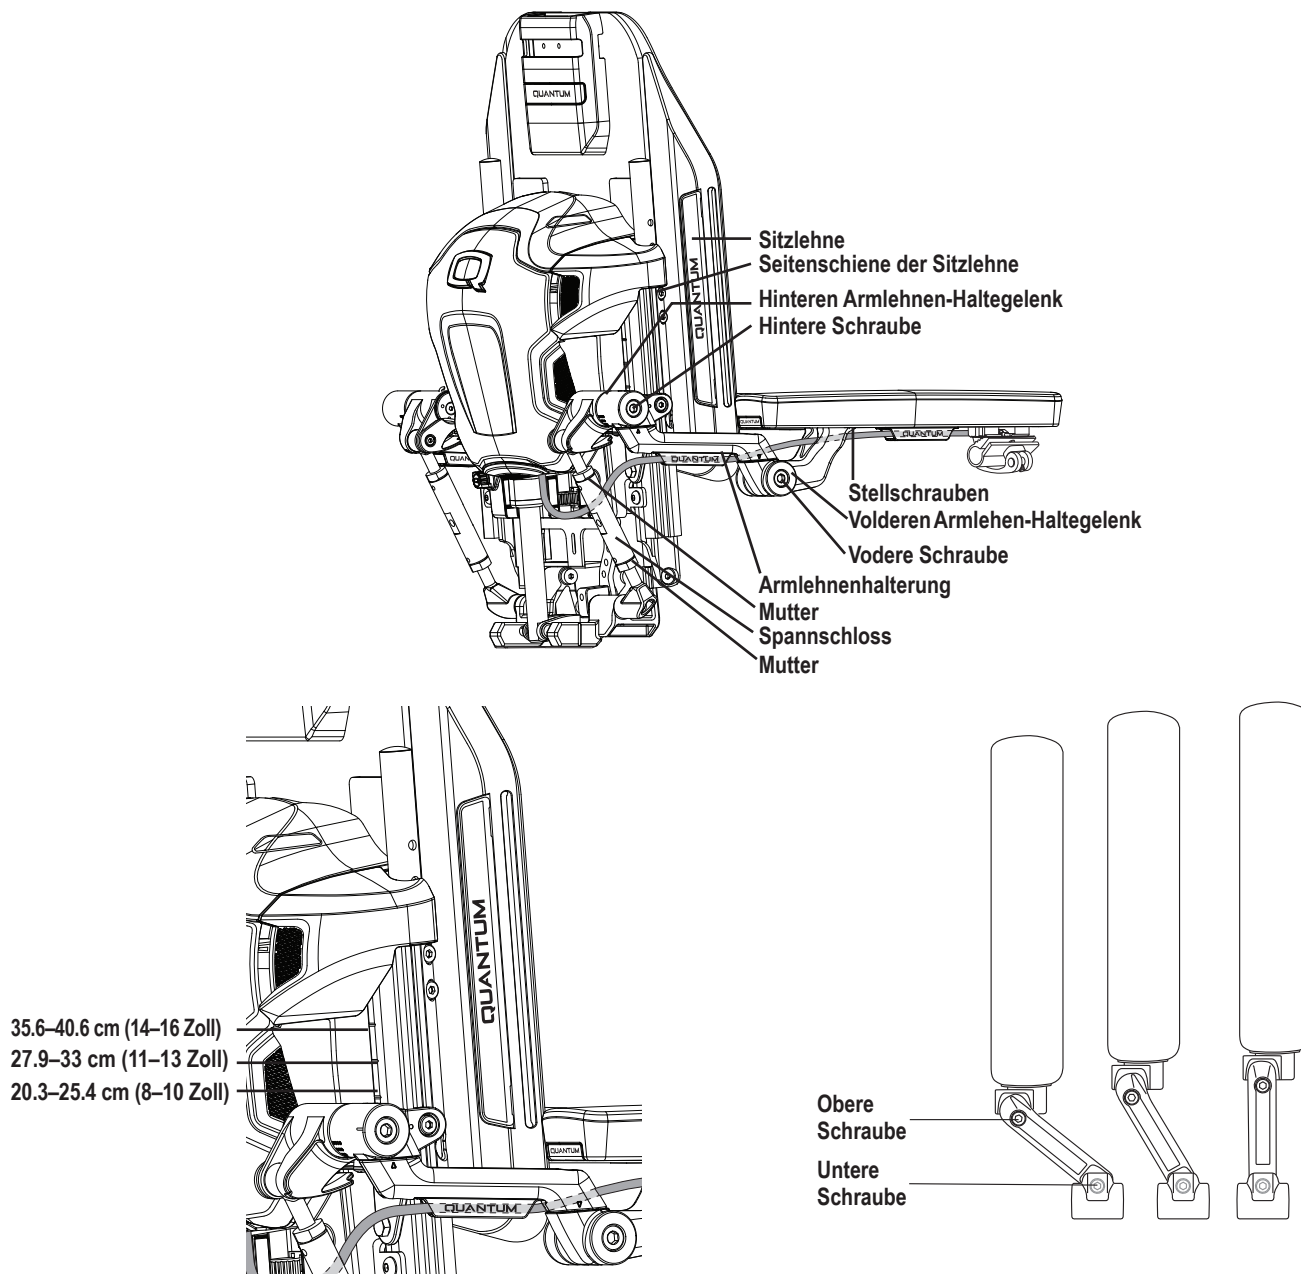

Abbildung 6. Anpassung der Höhe und des Winkels der hochklappbaren Armlehne
4. Ziehen Sie die vordere Schraube am vorderen Armlehnen-Haltegelenk fest. **Siehe Abbildung 6.**
5. Ziehen Sie die Mutter fest, falls notwendig. **Siehe Abbildung 6.**